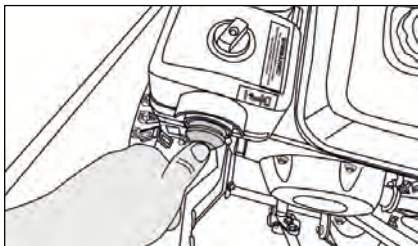

**Рис. 36**
4. 5-6 раз нажмите на ручной насос подкачки топлива (праймер), тем самым закачайте топливо в карбюратор (рис. 36).